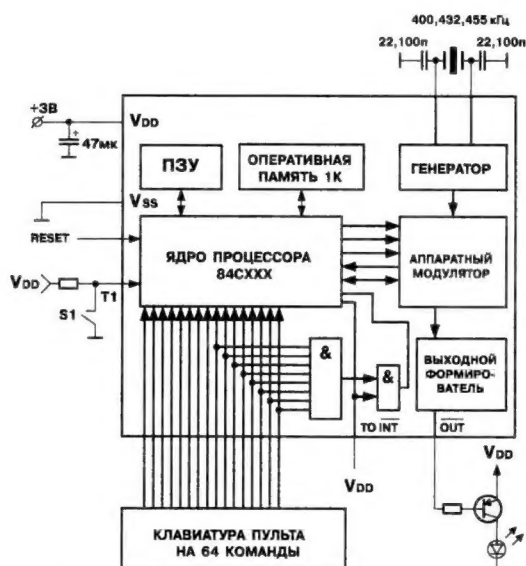
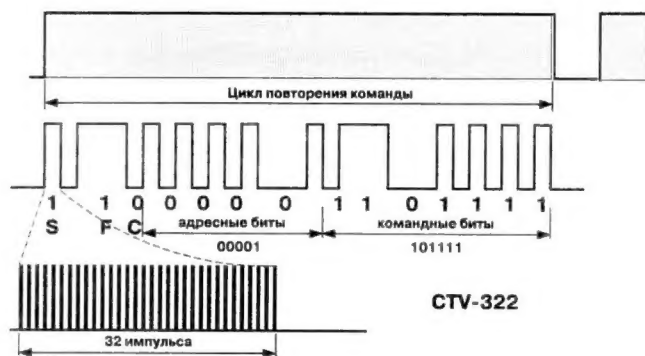

Рис. 9. Функциональная схема микросхем системы команд SIEMENS, RC-5 (PHILIPS)
Рис. 10. Виды сигналов на выходе микросхем системы команд SIEMENS, RC-5 (PHILIPS)
С бурным развитием телевизионной техники, увеличением ее функциональных возможностей требовалось создать новые процессоры, уменьшить число электронных компонентов, упростить режимы настройки телевизора, уменьшить количество функциональных команд на ПДУ, а также ввести управление режимом PIP ("кадр в кадре") и режимом телетекста. Фирмы PHILIPS, SIEMENS, THOMSON, ITT, SAMSUNG, GOLD-STAR (LG) совместно создали новые микросхемы, которые применяются сейчас в последних моделях телевизоров. Это — дальнейшее развитие микросхем "микроЭВМ" и микросхем с протоколом команд RC-5. Их функциональная схема приведена на рис. 9, вид сигнала — на рис. 10.